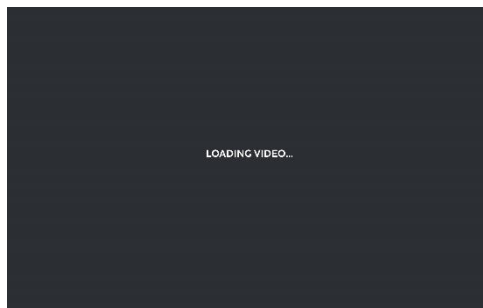

Fig. 1
1. Allumez le R3 VAC et notez l'écran « LOADING VIDEO (CHARGEMENT DE LA VIDÉO) » sur l'écran LCD (Fig. 1).